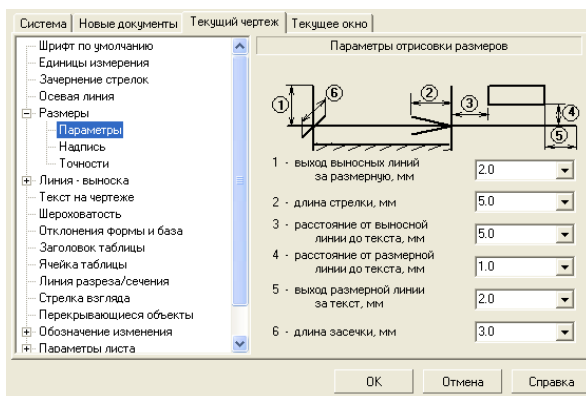

Рисунок 8.8 – Диалоговое окно *Параметры* с открытой вкладкой *Текущий чертеж* и панелью *Параметры отрисовки размеров*
– кликните по пункту *Размеры* левой клавишей мыши, а затем по пункту *Параметры*. В правой части появится панель *Параметры отрисовки размеров*, показанная на рисунок 8.8.